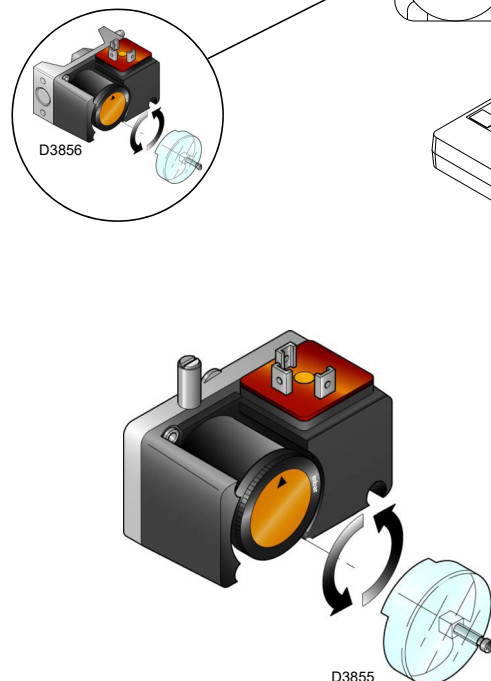

Fig. 30
- Regular el presostato gas de mínima (Fig. 30) en inicio de la escala.
Realizar el ajuste del presostato gas de mínima (Fig. 30) después de ajustar el quemador, las válvulas de gas y el estabilizador de la rampa. Con el quemador funcionando a la potencia máxima: